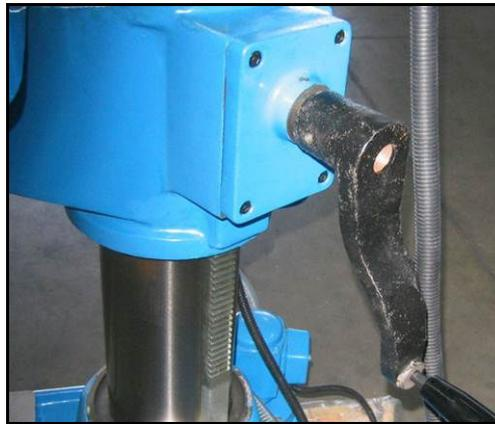

Figura 20 – Regolazione tavola
- Afferrare la manovella (E) e ruotarla in senso orario per sollevare la tavola, oppure in senso antiorario per abbassare la tavola, fino al raggiungimento dell'altezza desiderata (figura 20).